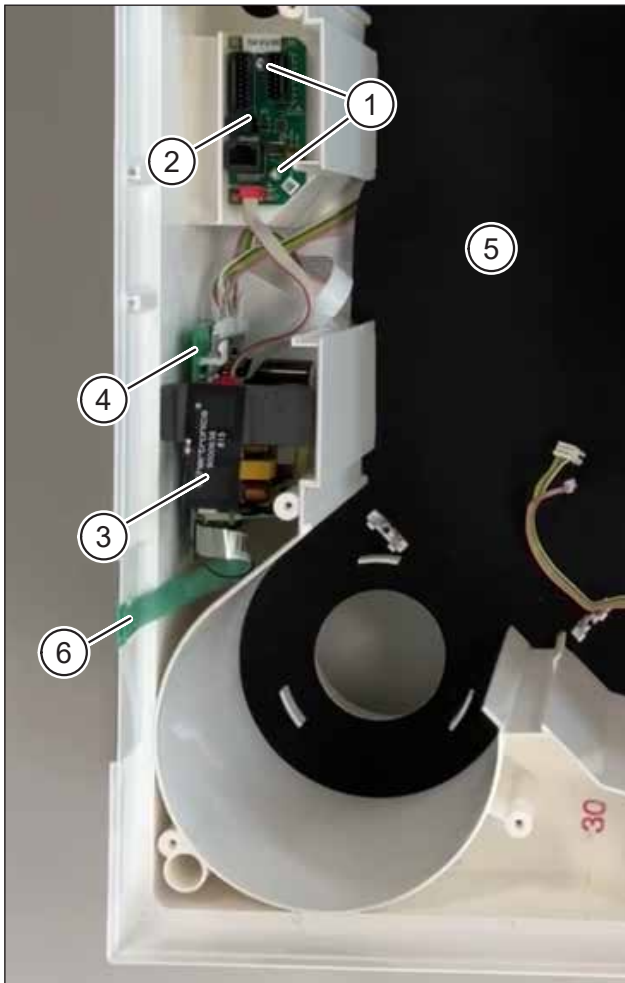

Abb. 7: Schnittstellen- und Steuerplatine entfernen
- ▶ Lösen Sie die beiden Torx-Schrauben TX10 (Pos. 1 in Abb. 7) auf der Schnittstellenplatine (Pos. 2 in Abb. 7).
- ▶ Heben Sie den Antennenhalter (Pos. 3 in Abb. 7) mit der Folienantenne und die Steuerplatine (Pos. 4 in Abb. 7) nach oben heraus.
- ▶ Entfernen Sie die schwarze Gehäuseinnendichtung (Pos. 5 in Abb. 7), die den Gehäusoboden komplett bedeckt.
- ▶ Ziehen Sie die Folientastatur (Pos. 6 in Abb. 7) an der Seite des Gehäuses ab.
| Folientastatur | Elektr. Komponente | Pos. 6 in Abb. 7 |
| Schnittstellenplatine | Elektr. Komponente | Pos. 2 in Abb. 7 |
| Steuerplatine | Elektr. Komponente | Pos. 4 in Abb. 7 |
| Gehäuseinnendichtung | EPDM | Pos. 5 in Abb. 7 |
| Antennenhalter mit Folienantenne | PE-Schaum/ elektr. Komponente | Pos. 3 in Abb. 7 |